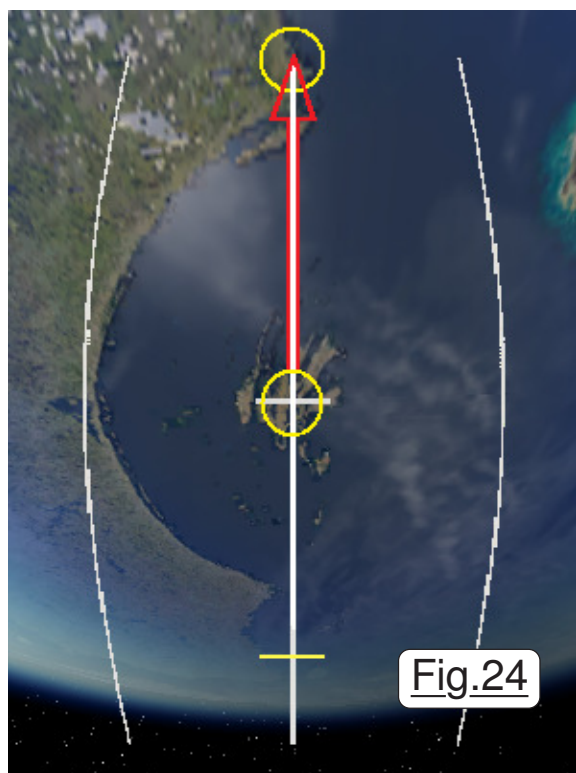

Fig.24
Le vaisseau étant en orientation "standard" rétrograde et tangage négatif de 34° et sous autorité de l'ASCS, la technique consiste à mesurer le temps que met un détail terrestre pour passer du centre du collimateur, au bord supérieur du segment vertical central. Sur la Fig.24 de la page 25 ces deux points sont repérés par les petits cercles jaunes, et le défilement chronométré par la flèche rouge. Pour la mission envisagée on prévoit une orbite dont le périégée va
adepte de prendre les commandes trop simplifiées des aéronefs d'Orbiter, mais beaucoup d'entres-vous trouvent du plaisir à effectuer l'intégralité des missions. Et puis, pour rendre justice à ceux qui ont consacré des heures à modéliser les voilures tournantes, il me semble juste de vous inviter à expérimenter cette phase finale d'un vol. Si vous activez la situation (11) **BIG SPATCH.scn**, Mercury est à quelques secondes du grand plouf. La Fig.24 montre par le petit cercle rouge à quel endroit elle se trouve bercée par les flots. Le cercle bleu montre l'emplacement du Sikorsky H-34 que vous devez piloter si vous êtes tentés par l'expérience. Étant encore à bord de Mercury, activez un MFD en mode surface et noter la position exacte : 017.964 N et 087.764 W. Passez à bord de l'hélicoptère puis touchez "K" qui met en route le rotor ou le stoppe. Vérifier avec "/" que l'on est bien en mode ROTATION. "CTRL H" pour activer le HUD. Activez un MFD en mode **Surface** pour surveiller la position et le deuxième MFD en mode **Radio /mp3 Panel**. Activer le radar de proximité avec le bouton **RAD**. Touche "L" pour bloquer **HOR LVL** qui stabilise l'assiette. "0" num ou "Del" num qui permettent d'augmenter ou de diminuer la puissance sur les turbines. (En fait, on agit sur le collectif) Monter à une puissance de